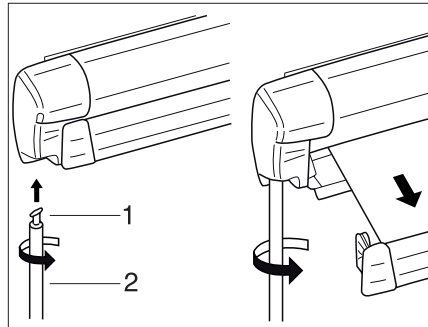

Bild 11 Markise
- ▶ Haken (Bild 11,1) der Kurbelstange (Bild 11,2) in die Getriebeöse einhängen und um 90° drehen.